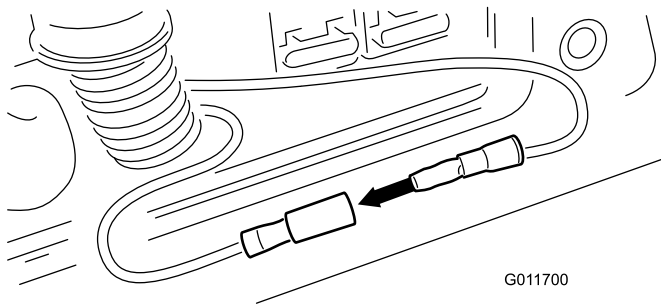

Figura 53
4. Con la llave en posición de DESCONECTADO, retire el tapón de los cables-puente y conecte los dos cables entre sí (Figura 53).